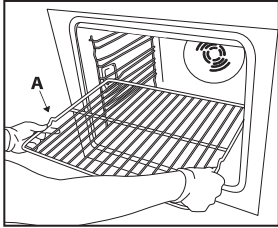

Bild. 1
1. För in gallret vågrätt med upphöjningen "A" riktad uppåt (Bild. 1).